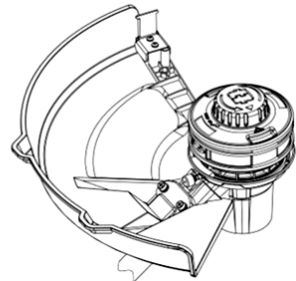

Рис. 8
3. Закрепите защитный кожух с помощью болтов (Рис. 8).